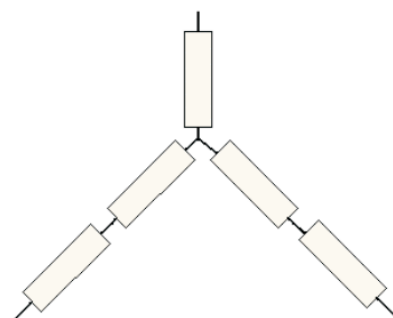

Figura 24
- Estrela em série: a tensão nominal é 760 V (ver figura 24)